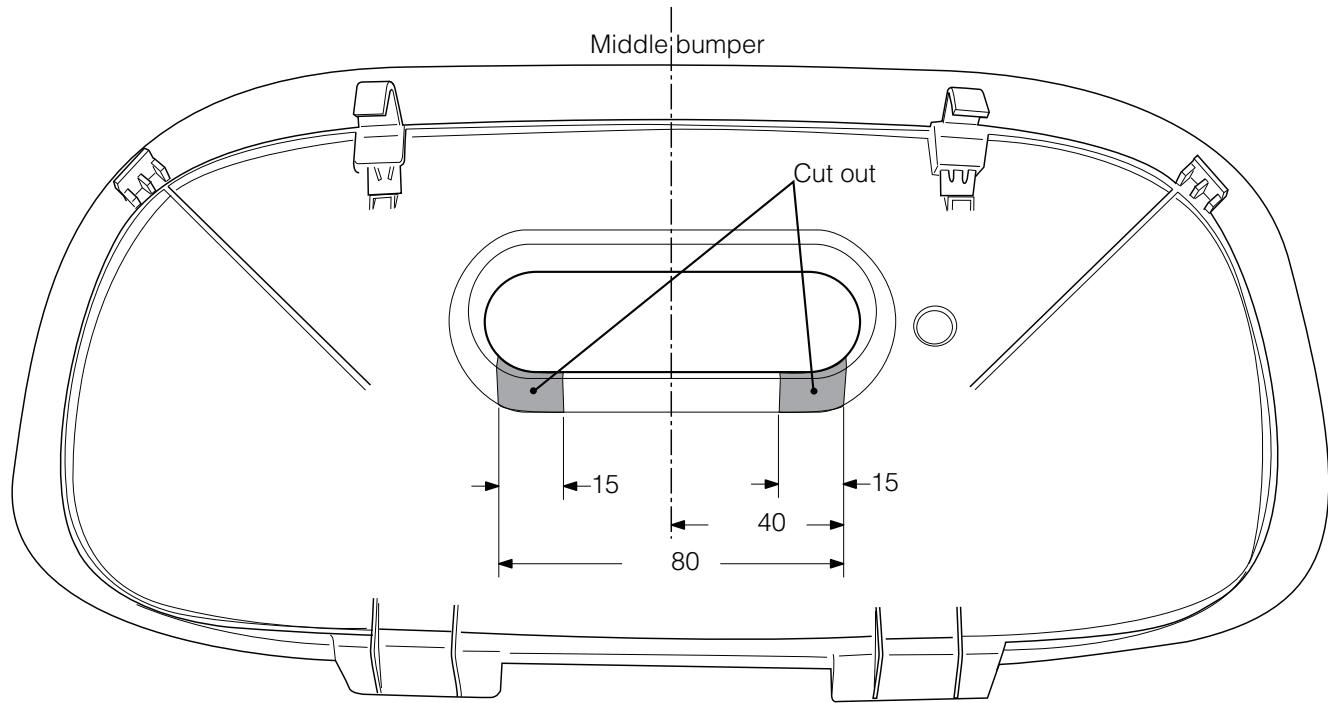

Fig. 3
- Выпилить обозначенные части, как указано на рис. 3.